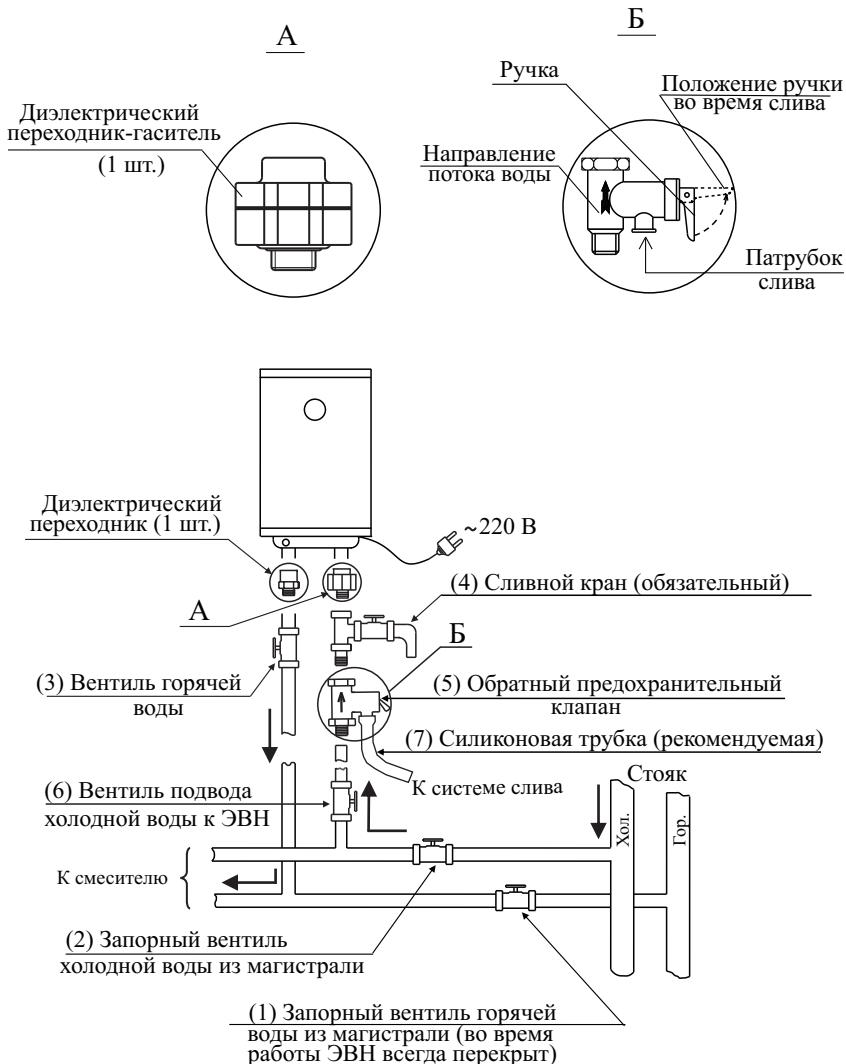

Рисунок 5 - Схема подключения к водопроводной сети
Подключение входа и выхода ЭВН к магистральным трубам холодной и горячей воды (см. рис. 5) обязательно должно осуществляться:
- Заполните ЭВН водой. Для этого перекройте запорный вентиль горячей воды из магистрали (1), закройте сливной кран (4), откройте запорный вентиль холодной воды из магистрали (2), вентиль подвода холодной воды к ЭВН (6), вентиль горячей воды (3) и кран горячей воды на смесителе. ЭВН заполнен, когда из крана горячей воды на смесителе начнет вытекать, с полным напором, вода. Закрыть кран горячей воды на смесителе (см. рисунок 5).
- При необходимости полного слива воды из ЭВН (например, при профилактике) надо отключить его от электрической сети, перекрыть вентиль подвода холодной воды к ЭВН (6), вентиль горячей воды (3) должен быть открыт, открыть кран горячей воды на смесителе и сливной кран (4), через который и спить воду (см. рисунок 5).